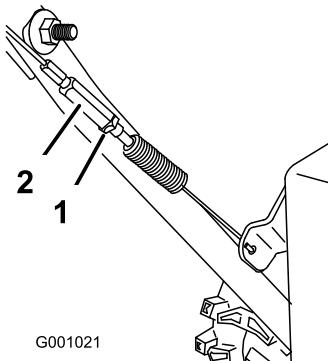

Figura 37
3. Disinnestate la leva della coclea/ventola e verificate che tra il gruppo frizione della coclea e la linguetta vi sia una luce di 1,5 mm (Figura 37).